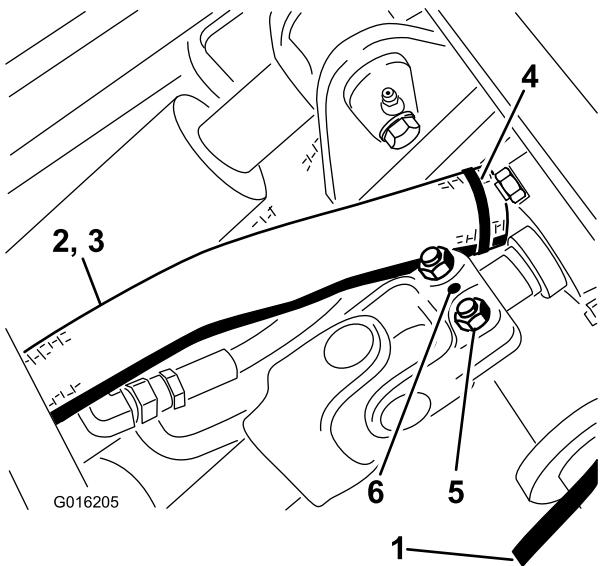

Рисунок 108
30. Установите цилиндрический штифт (Рисунок 108).